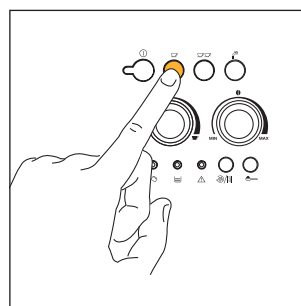
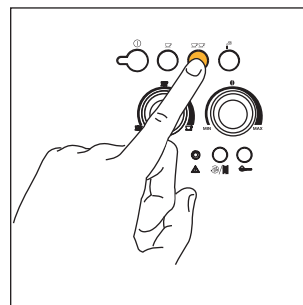

Fig. 12
Fig. 13
- 5) 5) Trykk på tasten  (fig. 12) hvis du ønsker 1 kopp, eller på tasten  (fig. 13) hvis du ønsker 2 kopper (Nå maler maskinen kaffebønnene, foretar en kort for-trekking og slipper deretter ut resten av vannet i koppen.
MERKNAD 4: Mens maskinen lager kaffe, kan du når som helst stanse utslippet ved å trykke på tasten ☹ (fig. 12) eller ☹☹ (fig. 13) som du valgte tidligere.
MERKNAD 5: Med én gang all kaffen har kommet ut, hvis du ønsker å øke kaffemengden, hold tasten ☹ (fig. 12) eller ☹☹ (fig. 13) som du valgte tidligere inne helt til du får ønsket mengde kaffe (Dette må gjøres innen 3 sekunder etter at kaffen er ferdig).